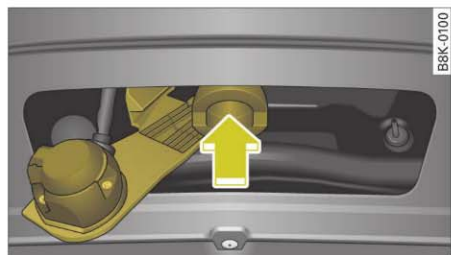

Fig. 207 Dispozitiv demontabil de remorcă: Montarea cuplei sferice
- Introduceți cupla sferică în stare pretensionată în locașul de prindere și apăsați în sensul indicat de săgeată ⇒ fig. 207 în sus ⇒ ⚠. Procesul de blocare se realizează automat. Procesul de deblocare este însoțit de un zgomot specific.